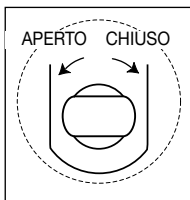

Fig. 3 - Valvola di scarico
4. Usando la manopola della pompa con l'estremità rettangolare, girare lo stelo della valvola di scarico in senso anti-orario per aprire la valvola (non fare più di due giri). Vedere la Fig. 3.